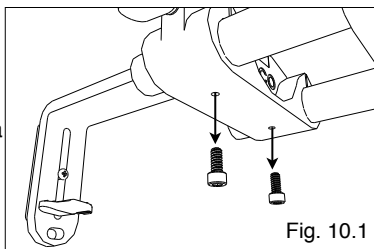

Fig. 10.1
1. Svitare le due viti a testa esagonale dal fondo della slitta, come illustrato in Fig. 10.1.